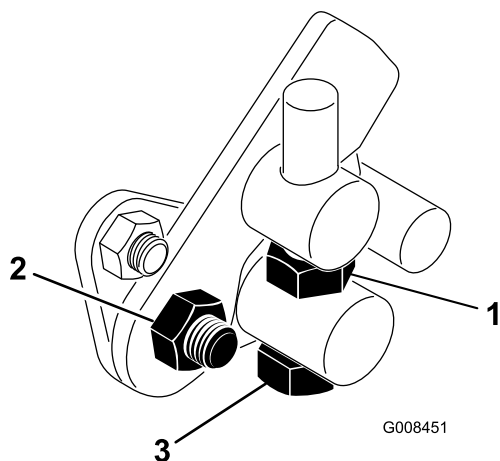

Figura 43
1. Slăbii contrapiulia de pe urubul de reglare (Figura 43).
4. Strângeți contrapiulia urubului de reglare și piulia de pe pivotul pedalei pentru a fixa reglarea (Figura 43). Verificați reglarea și efectuați o acțiune conform cerințelor.